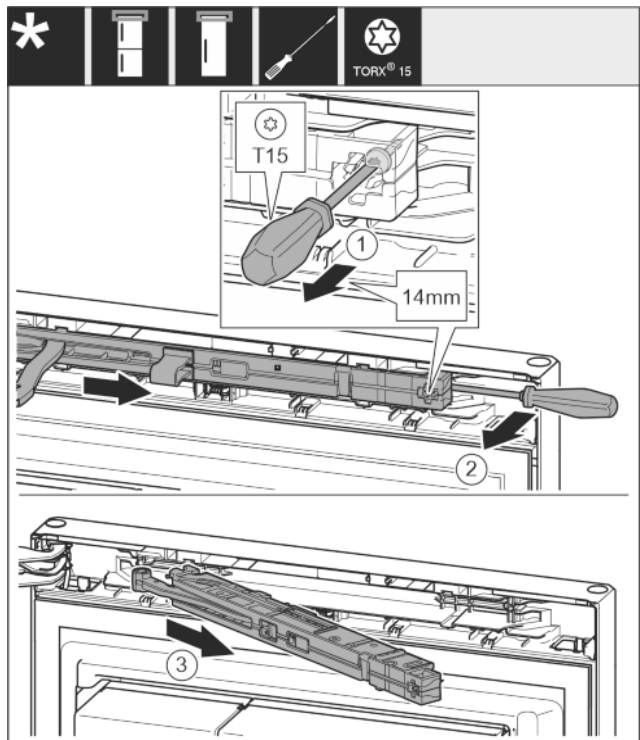

Fig. 9
- ▶ Schroef op de sluitdempeeenheid met schroevendraaier T15 ca. 14 mm losdraaien. Fig. 9 (1)
- ▶ Een schroevendraaier aan de kant van de handgreep achter de sluitdempeeenheid plaatsen en naar voren draaien. Fig. 9 (2)
- ▶ Sluitdempeeenheid eruit trekken. Fig. 9 (3)